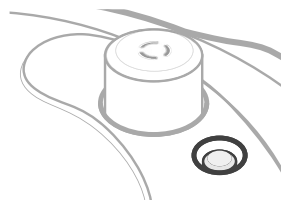

Figure 1.8
- La soupape à flotteur indique s'il y a de la pression à l'intérieur de l'autocuiseur. La soupape à flotteur baissée signifie qu'il n'y a pas de pression à l'intérieur. [Figure 1.8]